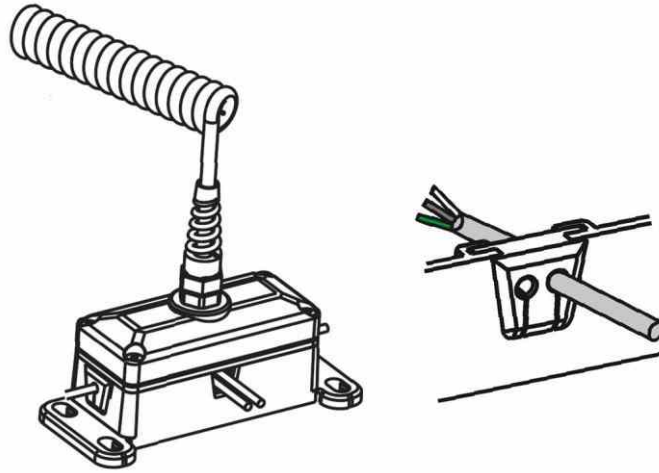

Рисунок 2 – Ввод кабелей в коробку распределительную
4. Кабели от датчиков безопасности проведите в коробку распределительную (Рисунок 2), через уплотнительные вставки. Предварительно, выберите уплотнительные вставки из комплекта (для кабелей $\varnothing 3,4\text{мм}$ – 3шт.; для кабелей $\varnothing 4,4\text{мм}$ – 2шт.).